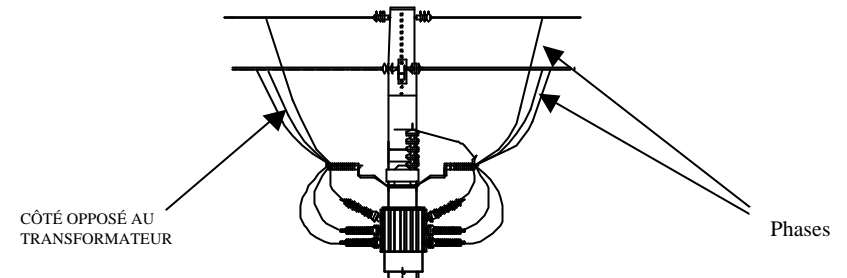

Figure 10
- Lorsque l'interrupteur est fermé, connecter à la ligne les 3 phases de l'autre côté de l'interrupteur. (Figure 10).